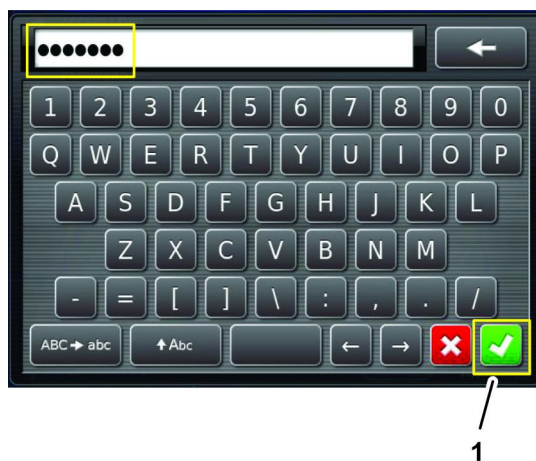

図 248
6. 画面上キーボードからステップ1で入手したパスワードを入力し、承認アイコンを押す 図 248。